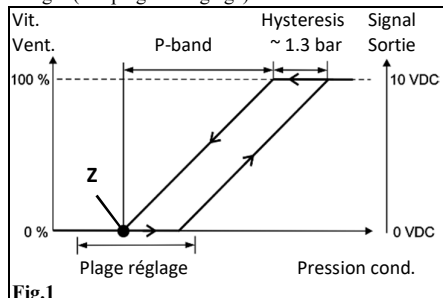

Fig.1
- Réglage de pression possible dans la plage de réglage Fig.1 (Z = plage de réglage).